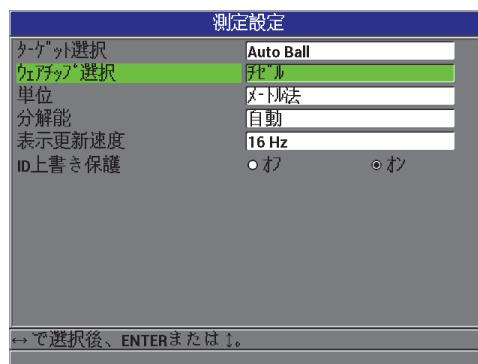

図 4-4 測定設定画面
3. 測定設定画面（72 ページ図 4-4 参照）で、1/16 Ball、1/8 Ball、3/16 Ball、1/4 Ball、3/16 MagBall、1/4 MagBall、0.5 Disk、V Disk または 0.045 Wire または 0.026 Wire の中から一つを選択します。